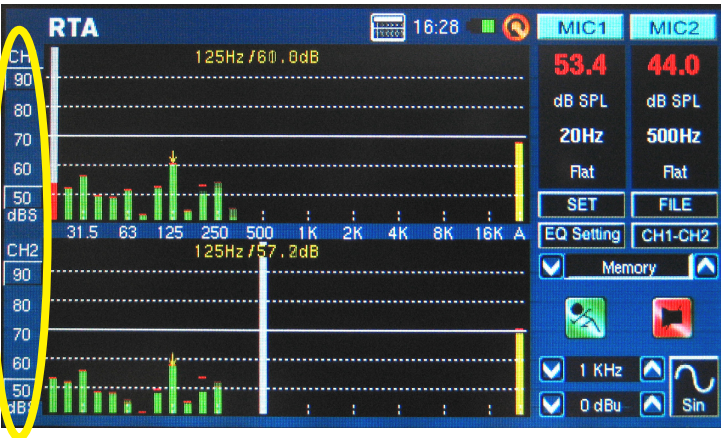

图 25
8. 任何时候，RTA显示屏都可显示60dB的范围，可见的总范围是30dB-130dB。如果RTA频繁地出现峰值，点击RTA显示(图25)左侧的dB值，用户可向上滚动测量结果(5dB增量)。